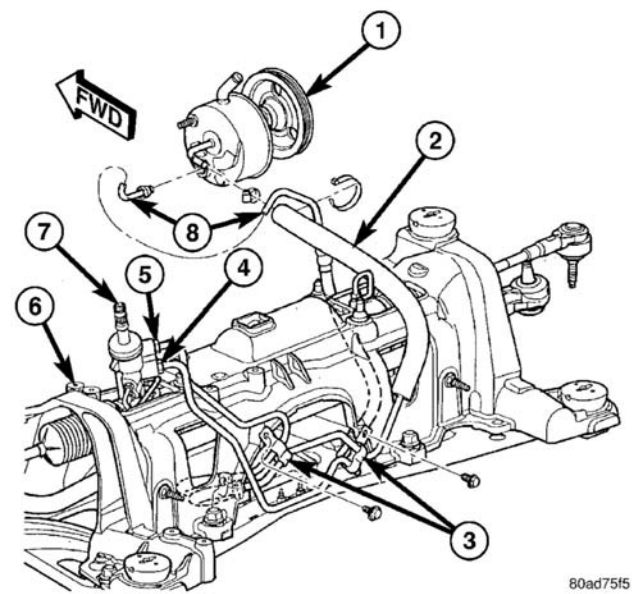

图 5 压力软管与回流软管—2.4L
- （10）移动动力转向回流软管上的隔热套以露出泵处的软管接头（图 5）。将软管从动力转向泵拆下。使动力转向泵和储液罐中剩余的动力转向液通过卸下的回流管排出。